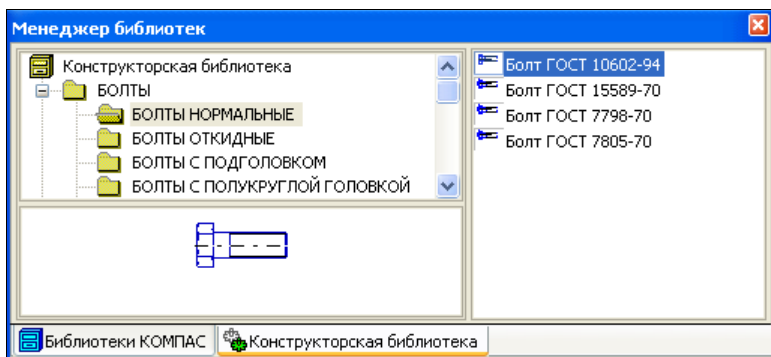

Рис. 26.29. Вкладка **Конструкторская библиотека** с раскрытой папкой **Болт ГОСТ 10602-94**
- ♦ в левой части щелкните ЛК мыши по знаку "плюс" перед разделом **БОЛТЫ**, затем по пункту **БОЛТЫ НОРМАЛЬНЫЕ**. У вас библиотека раскрыта в режиме Панель (рис. 26.29);